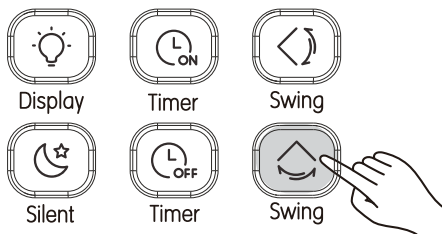

fig. 16
- Cuando la unidad está encendida. Pulse  (véase "fig. 16"). Inicia la función de oscilación horizontal, se encenderá  y la señal se enviará a la unidad interior;